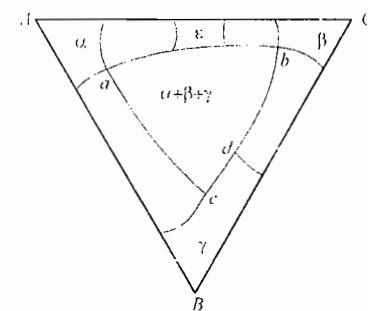

图42-5 第四题第3小题第(2)题图
(2) 图42-5为三元系相图的某温度下的水平截面图。请在改动量最少的前提下改正图中的错误之处, 并附以简单说明。